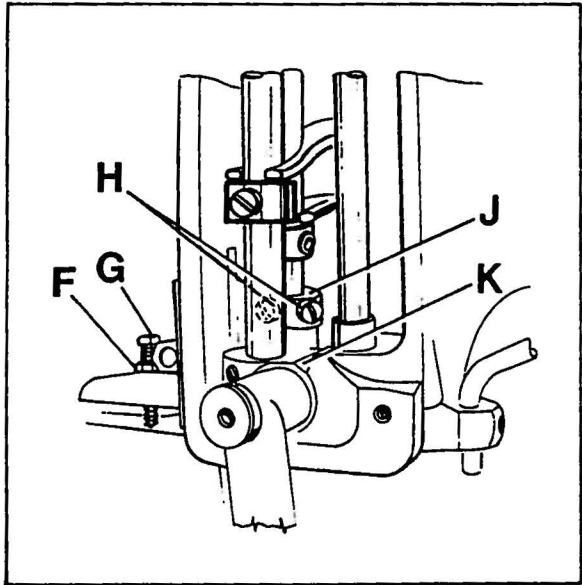
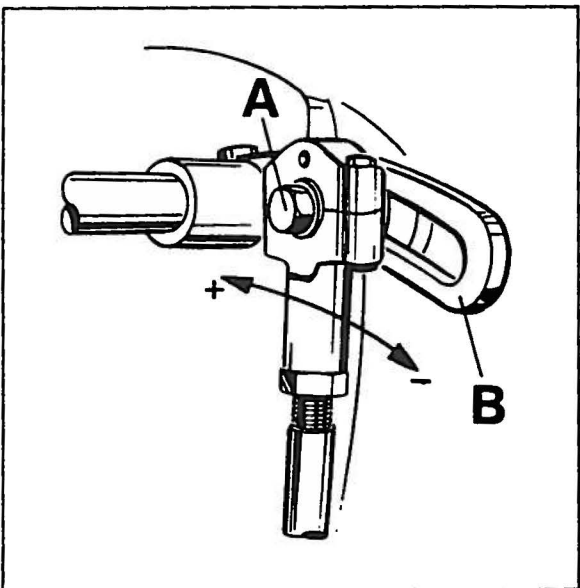

Fig. 20
Fig. 21
For setting the small gap between the feed dogs loosen nut (F, Fig. 20). Turning in screw (G) increases the gap, turning it out decreases the gap. Retighten nut (F). For matching the upper feed dog travel with the lower feed dog travel loosen screw (A, Fig. 21). Moving the ball link in the slot of rocker lever (B) to the front decreases the upper feed dog travel, moving it to the rear increases the travel. Retighten screw (A).
For adjustment of the alternating lift motions of upper feed dog and presser foot loosen the two screws (H, Fig. 20) and raise the supporting yoke (J) when the upper feed dog should lift more and the presser foot less, or lower it when the upper feed dog should lift less and the presser foot more. Retighten screws (H).
Zum Einstellen des Luftspalts zwischen den Transporteuren lösen Sie die Mutter (F, Fig. 20). Eindrehen der Schraube (G) vergrößert den Luftspalt, Herausdrehen verkleinert ihn. Ziehen Sie die Mutter (F) wieder an. Zum Angleichen des Obertransportwegs an den Weg des unteren Transporteurs lösen Sie die Schraube (A, Fig. 21). Verschieben des Kugelgelenks im Kulissenhebel (B) nach vorne verkleinert den Obertransportweg, verschieben nach hinten vergrößert ihn. Ziehen Sie die Schraube (A) wieder an.
Zum Einstellen der alternierenden Hubbewegung von Obertransporteur und Drückerfuß lösen Sie die beiden Schrauben (H, Fig. 20) und stellen das Stützlager (J) höher, wenn der Obertransporteur mehr und der Drückerfuß weniger abheben soll, oder stellen Sie es tiefer wenn der Obertransporteur weniger und der Drückerfuß mehr abheben soll. Ziehen Sie die Schrauben (H) wieder an.